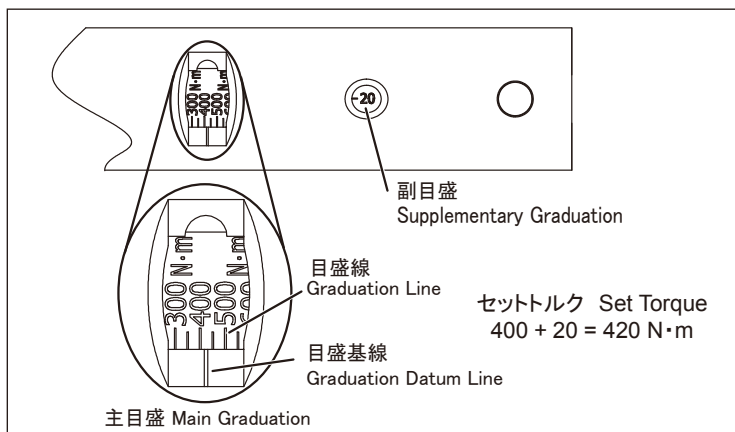

図 12 Fig.12
2. セットトルク値は図 12 のように読み取ります。図 12 では $420\text{N} \cdot \text{m}$ となります。
2. Setting torque value can be read as Fig.12. It is 420N.m in Fig.12